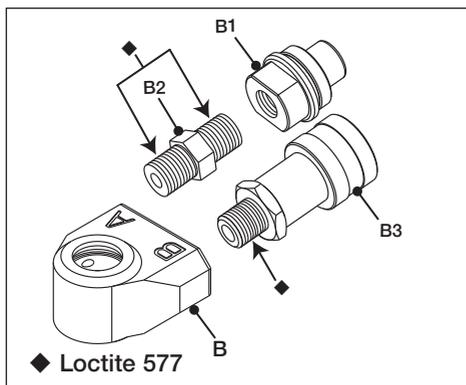

Figura 17
- Applicare il sigillante Loctite 577 sulle filettature del raccordo femmina (B3) e sull'adattatore (B2). Per conoscere le posizioni in cui applicare il sigillante, vedere (◆) nella Figura 17.